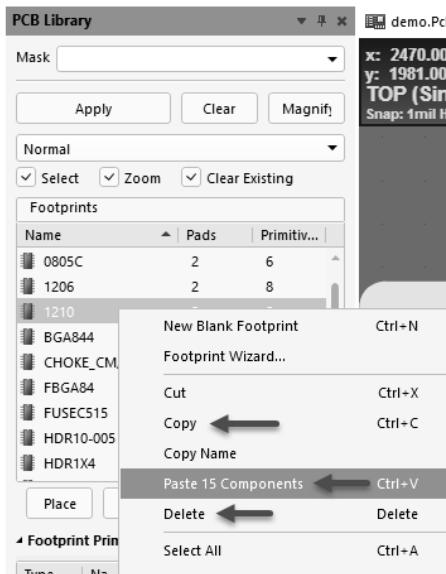

图 16-24 PCB 库的复制、粘贴、删除
(2) 按快捷键“Ctrl+A”，全选所有的库，单击鼠标右键，执行“Copy”命令，然后在另外一个库中单击鼠标右键，执行“Paste N Components”命令，重复 PCB 库会带一个“-DUPLICATE”，可以选中执行“Delete”命令删除，如图 16-24 所示。